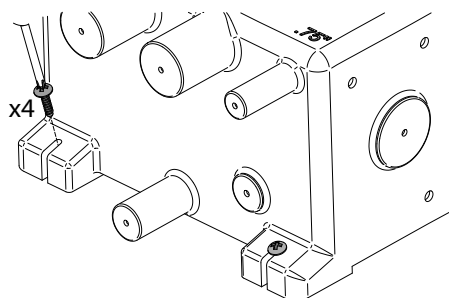
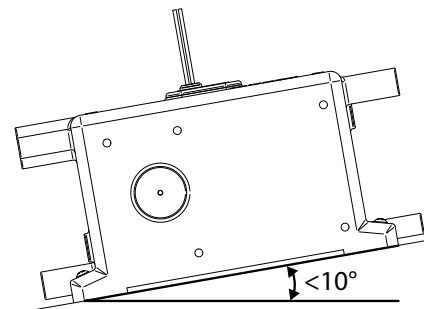

Abbildung 5 Befestigung des Tanks
Abbildung 6 Maximal möglicher Installationswinkel
Schritt 2: Der Tank muss mit 4 geeigneten Schrauben an den Tankfüßen befestigt werden, wie in Abbildung 5 dargestellt. **HINWEIS:** Der Neigungswinkel des Tanks darf 10° nicht übersteigen (Abbildung 6). **HINWEIS:** Nicht direkt mit dem Bootsrumpf verschrauben – MUSS an einer Schottwand oder einem zusätzlichen Brett montiert werden.